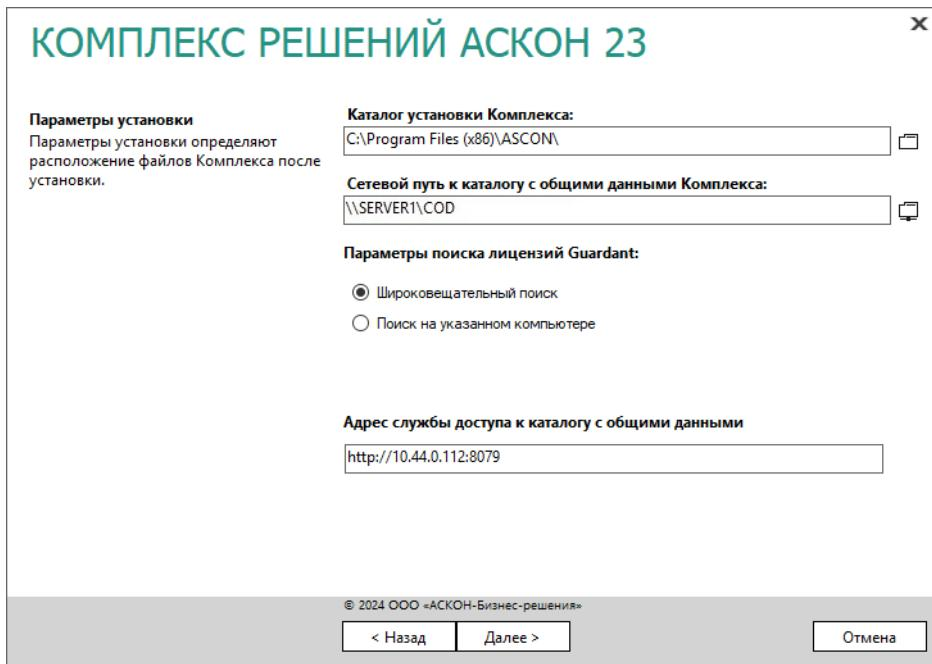

Рис. 2.9
- Если на предыдущем этапе не был выбран компонент **Каталог с общими данными**, укажите полное доменное имя (FQDN) или IP-адрес компьютера с установленной службой доступа к каталогу с общими данными (см. рис. 2.9):